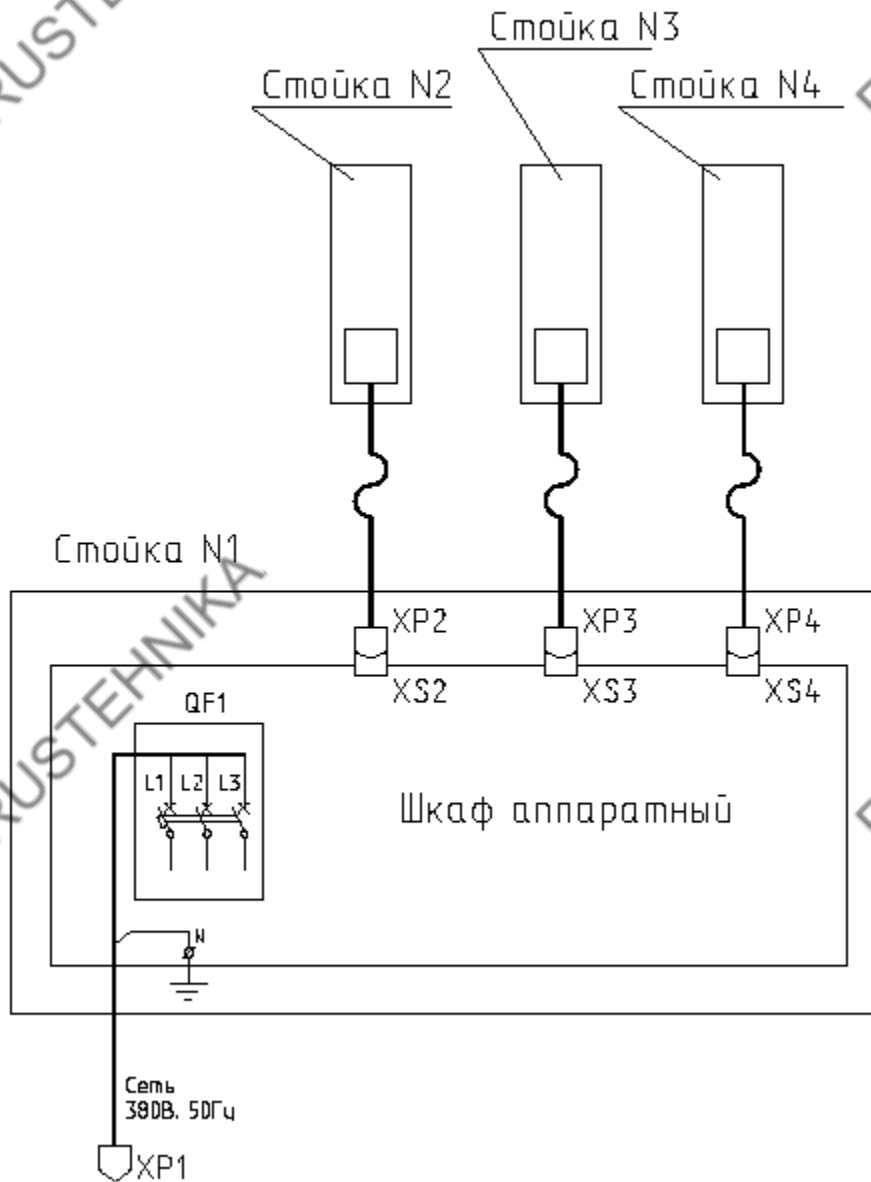

Рис. 4. Схема электрическая соединений подъемника ППТ-16
4.4. Перечень элементов схемы электрической принципиальной приведен в таблице № 1. Схема электрическая соединений приведена на Рис. 4.